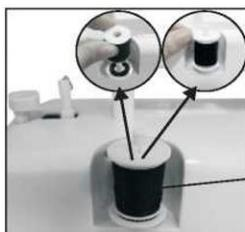

Abb.11
- (1) Legen Sie eine Garnspule auf den Spulenstift (Abb.11).